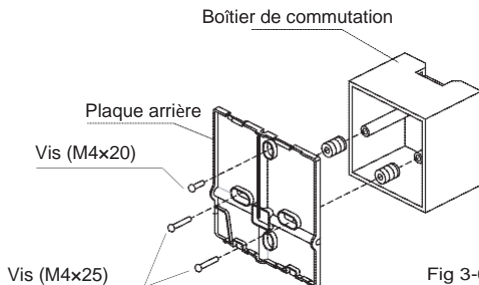

Fig 3-6
- Pour une installation encastrée, visser la plaque arrière sur le boîtier de commutation avec 2 vis (M4x25) et la visser au mur avec 1 vis (M4x20). (Fig.3-6)